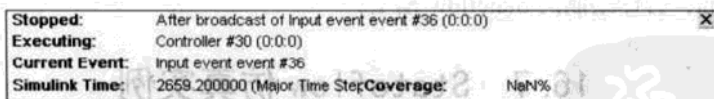

图 16.43 触发事件发送后的显示
(8) 在 Stateflow Debugging 窗口中, 单击 Step 按钮, 让仿真前进一步, 在 Stateflow Debugging 窗口上端就会显示如图 16.43 所示。